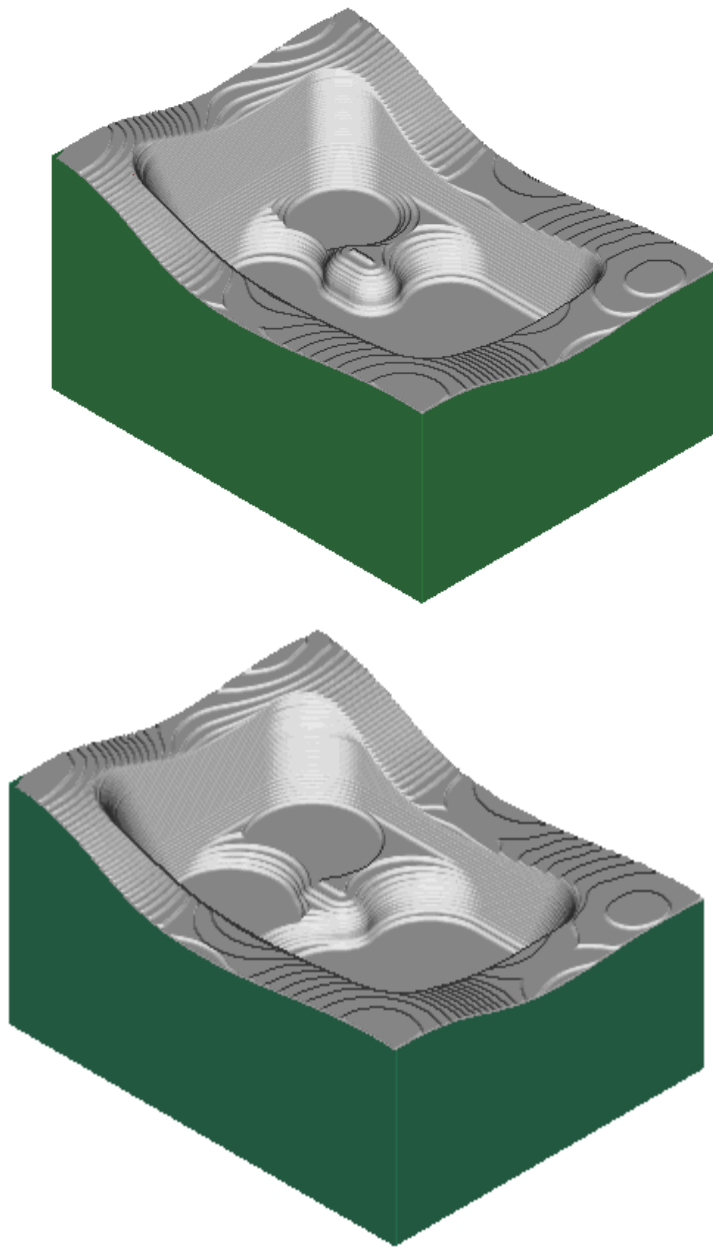

图 5-37
- 单击  切换到刀具视图，拖动操作 CAVITY_MILL_COPY 到刀具 D8R4 下，使其成为 D8R4 的子节点，如图 5-37 所示。